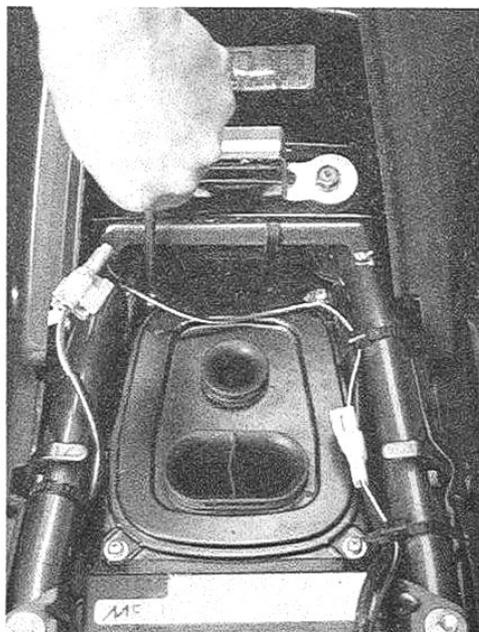

Bild 15
- Ab Baujahr 1991: Vier Schrauben des Luftfilter-Gehäusedeckel ausdrehen (Bild 15) und Fil-